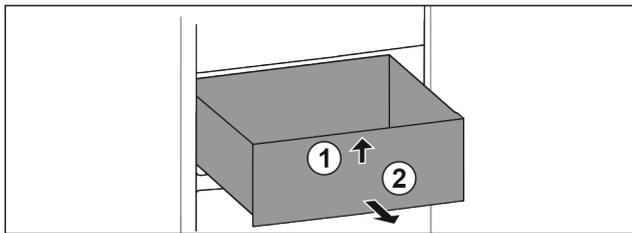

Fig. 78
- ▶ 抬起抽屉前部。 Fig. 78 (1)
- ▶ 朝前取出抽屉。 Fig. 78 (2)